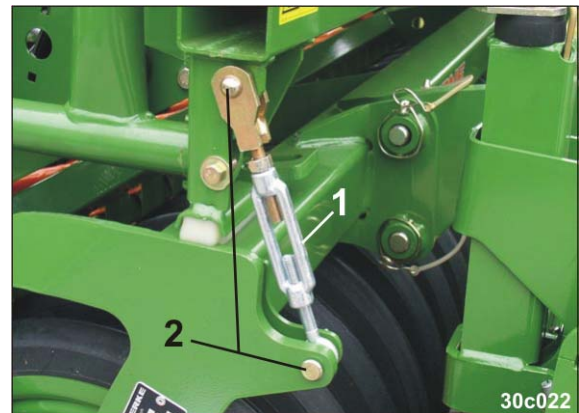

Fig. 100
5. Die Aufbau-Sämaschine mit 2 Spannschlössern (Fig. 100/1) an der Walze befestigen.
6. Die Bolzen (Fig. 100/2) jeweils mit einem Splint sichern.